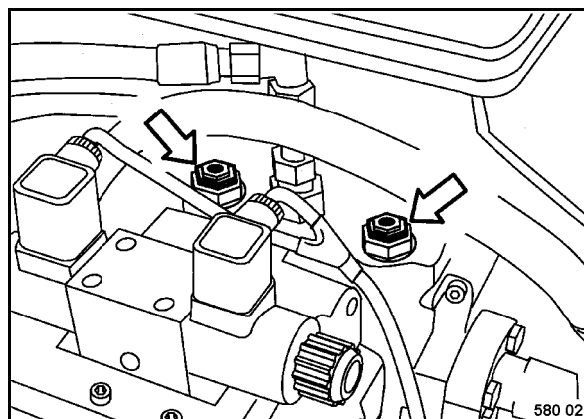

Fig. 79
- Desenroscar el hexagonal de ambas válvulas (Fig. 79) por aprox. 2 a 3 vueltas.